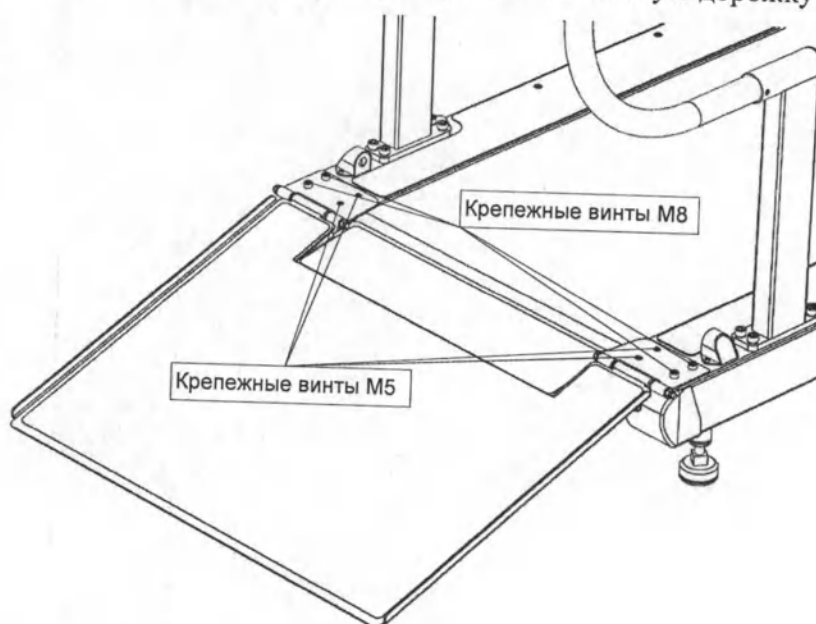

Рисунок 38 - Этап 2 установки рампы на беговую дорожку
- закрепите ramпу с помощью 4х винтов поз. [3.12] шестигранным ключом 6 мм и с помощью 4х винтов поз. [3.13] отверткой для винтов с крестообразным шлицем (Рисунок 38).